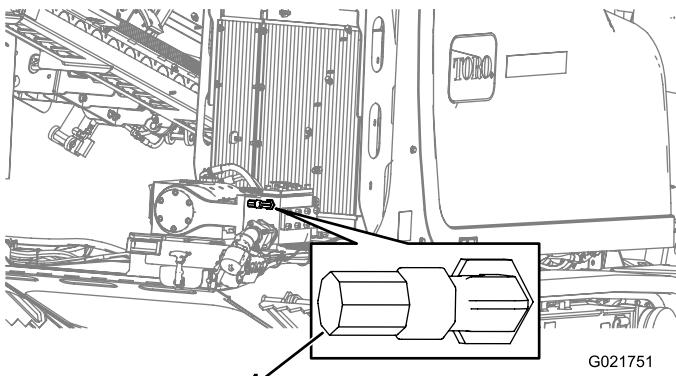

Figura 119
5. Conecte la manguera de pulverización al acoplamiento (Figura 119).